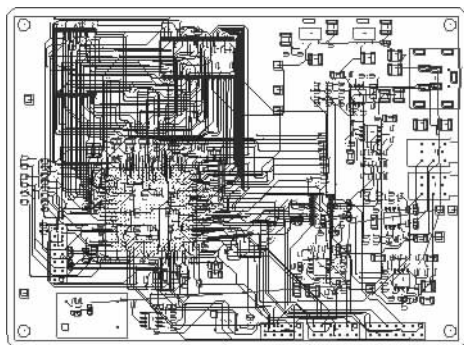

图 12-57 显示图样
2. 选择菜单栏中的“View（视图）”→“Zoom World（缩放整个范围）”，可以浏览整个图样，如图 12-57 所示。